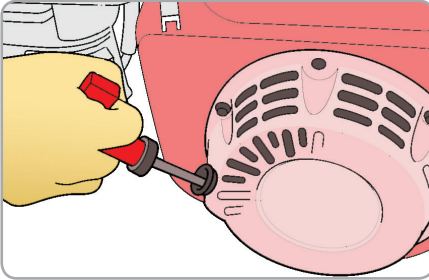

Fig.11
- Trageți ușor de mânerul demarorului până simțiți o rezistență apoi trageți rapid (fig.11).